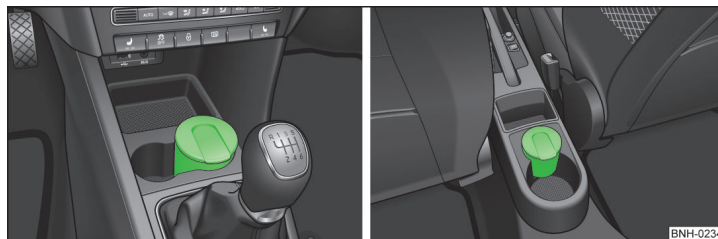

Fig. 63 Cenicero: delantero / trasero
- Sacar el cenicero » fig. 63 hacia arriba.